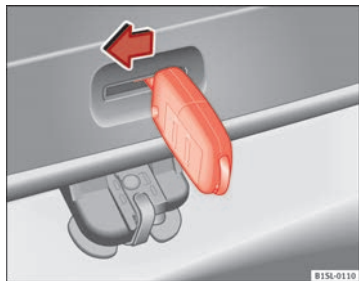

Fig. 137 Dans le coffre à bagages : déverrouillage de secours du hayon.
- Introduisez le panneton de la clé dans l'ouverture du hayon ⇒ fig. 137 et appuyez sur le levier de déverrouillage dans le sens de la flèche pour déverrouiller le hayon. ■